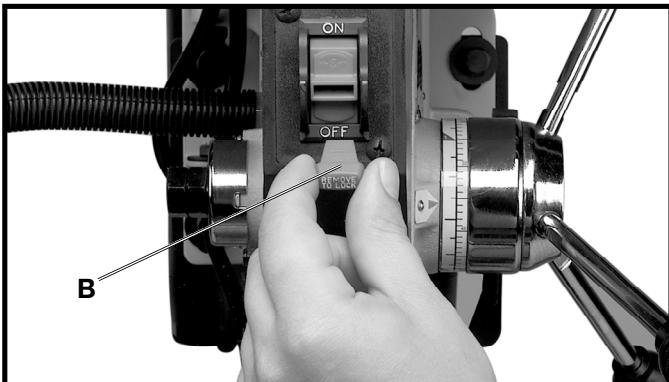

Fig. 19
IMPORTANT: lorsque la machine n'est pas utilisée, l'interrupteur doit être verrouillé en position d'« arrêt » (off) pour empêcher toute utilisation non autorisée. La machine se verrouille en pinçant la bascule de l'interrupteur (B) et en la retirant comme indiqué à la figure 19. Une fois la bascule de l'interrupteur (B) absente, l'interrupteur est désactivé. Toutefois, si la bascule de l'interrupteur est retiré alors que la perceuse à colonne fonctionne, il est possible d'éteindre la perceuse une fois mais la bascule (B) doit être insérée de nouveau pour permettre la mise en marche.